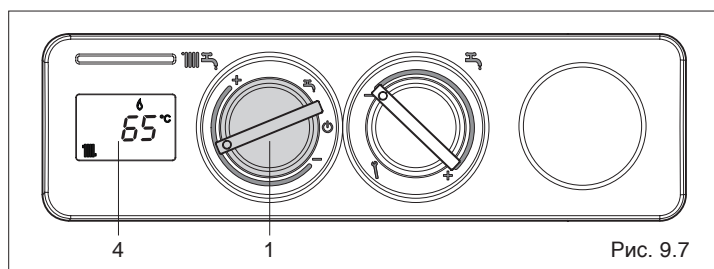

Рис. 9.7
- **Режим «Зима»:** установите переключатель функций (1, Рис. 9.7) внутри зоны, обозначенной знаками + и - если вы хотите, чтобы котёл работал на отопление и на ГВС. Приоритет будет у функции ГВС. При запросе на нагрев воды в бойлере на дисплее (4, Рис. 4.5) отобразится температура горячей воды, значок работы в режиме ГВС  и значок пламени . При запросе тепла для отопления котёл включится, на дисплее (4, Рис. 9.7) отобразится температура воды в котле, значок работы в режиме отопления  и значок пламени .